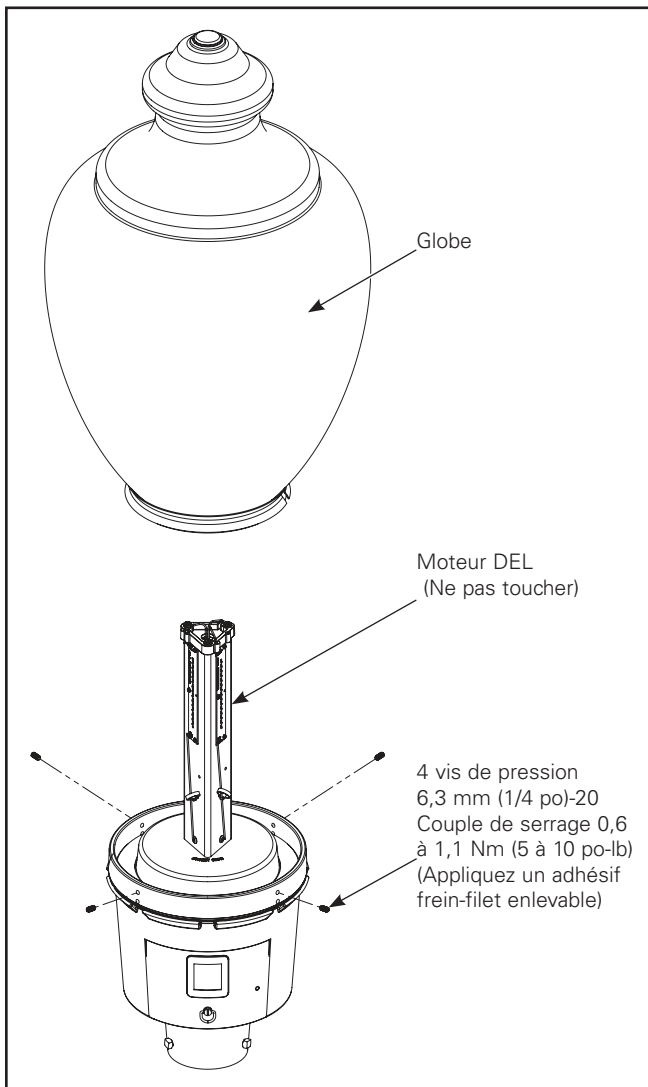

Figure 4.
7. Pour terminer l'installation, fixez le globe sur le moteur lumineux DEL en vous assurant d'éviter tout contact entre le globe et les planchettes à DEL. Serrez les quatre (4) vis de pression à un couple de 0,6 à 1,1 Nm (5 à 10 po-lb). (Figure 4.)